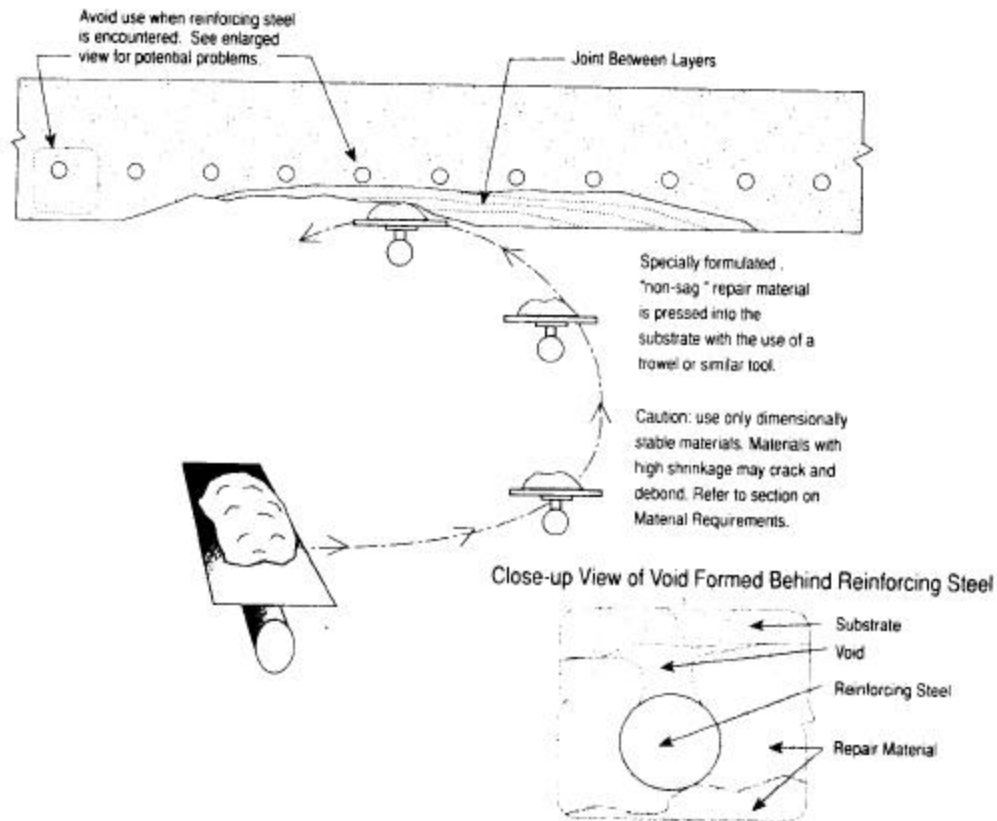

Fig 3.26 - Technique d'application d'un mortier à la truelle
- On peut appliquer manuellement, à l'aide d'une truelle, des mortiers de réparation **spécialement conçus à cet effet** (Fig 3.26).